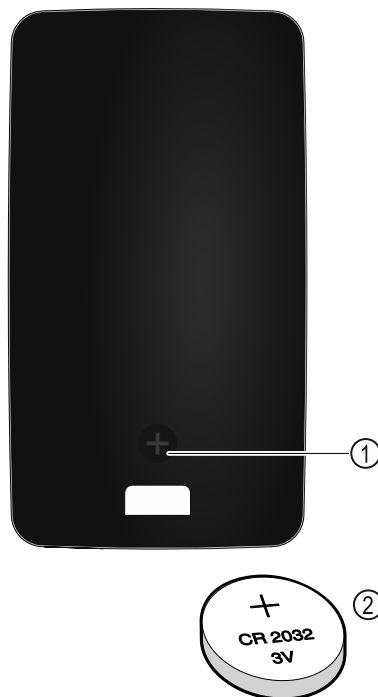

Fig. 229
遥控器由 3V 的 CR 2032 型电池供电 Fig. 229 (2)，该电池可从专业经销商处获得。
- ▶ 拧出遥控器背面的螺钉 Fig. 229 (1)。